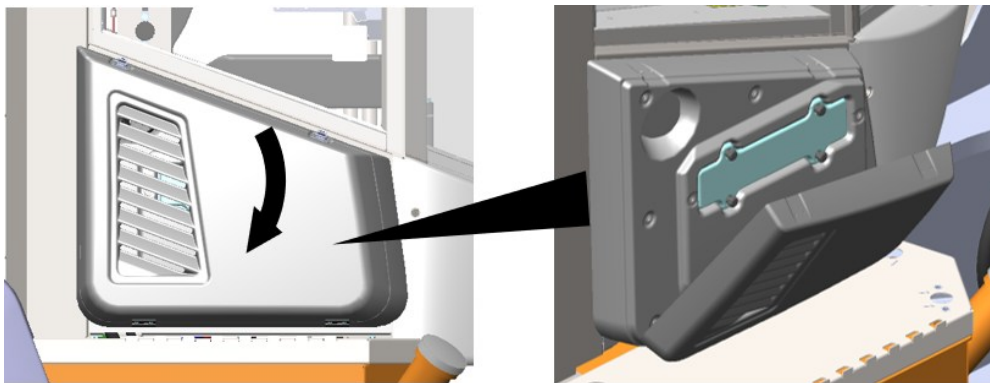

Рисунок 5.70. Очистка или замена воздушного фильтра
- Открыть дверцу, отсоединив фляжные замки (см. рис. 5.70).